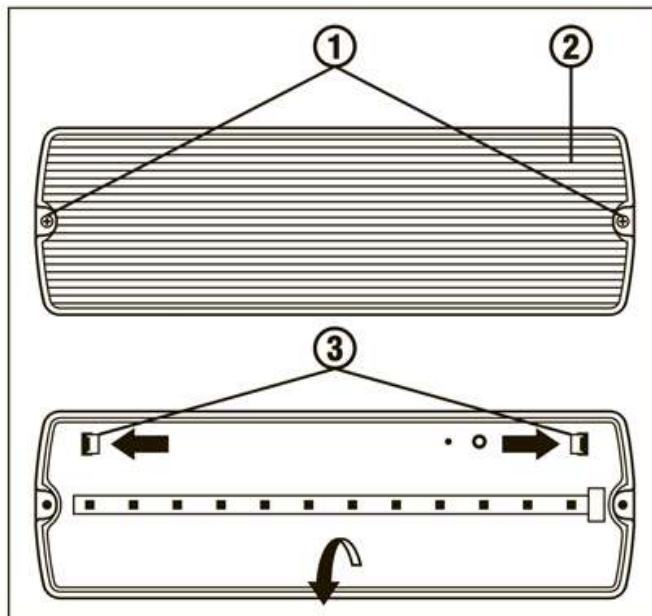
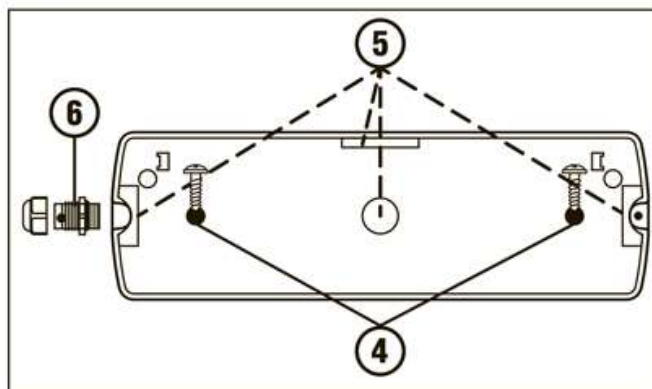

Рисунок 1.
Рисунок 2.
2. Произведите разборку светильника, открутив винты ①. Снимите рассеиватель ②, как показано на рис. 1.
3. Нажмите на защелки ③ на корпусе светильника в направлениях, указанных на рис. 1. Откиньте крышку.
4. Наметьте место будущей установки светильника и просверлите 2 отверстия ④ на расстоянии 254 мм.
5. Сделайте в основании 2 отверстия на расстоянии 254 мм в местах, обозначенных внутри корпуса светильника. Сделайте отверстие диаметром 16 мм ⑤ в корпусе светильника – под кабельный ввод PG11 ⑥ (входит в комплект), рис. 2.
11. Проведите сборку светильника – защелкните крышку, установите рассеиватель, закрутите винты (рис.1, 2). При подаче напряжения на светильник загорится зеленый индикатор наличия сети «Заряд» (рис. 3). Время полной зарядки аккумулятора составляет 24 часа. Проверьте работоспособность светильника в аварийном режиме, он должен быть подключен в сеть электропитания на время не менее 3 минут. Жажмите кнопку «Тест», светильник переключится в режим работы от аккумулятора и продолжит работать, при этом индикатор наличия сети «Заряд» погаснет. Если при нажатии на кнопку «Тест» светильник гаснет, это может свидетельствовать о его неисправности или о низком уровне заряда аккумулятора. Необходимо зарядить аккумуляторную батарею в течение 24 часов, затем снова повторить процедуру тестирования. Эксплуатировать неисправный светильник не рекомендуется.